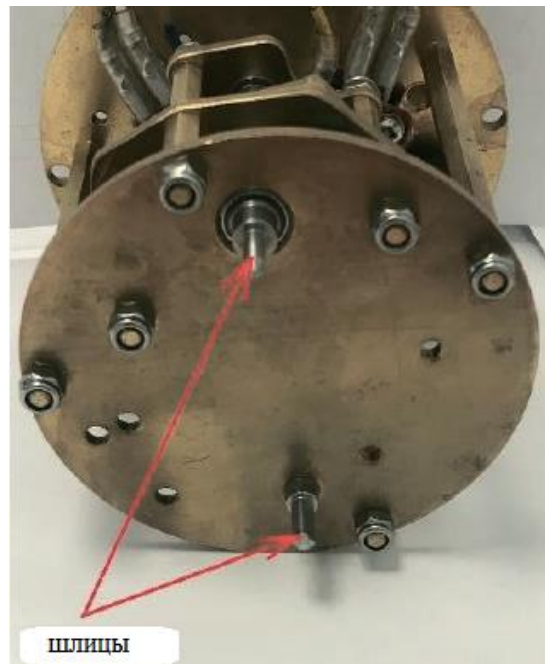

Рисунок 10. Шлицы валов настроечного механизма привода
- 5) Установить настроечный механизм в корпус электропривода. При установке, необходимо добиться того, чтобы шлицы валов настроечного механизма, совпали со шлицами отверстий в корпусе электропривода (рис. 10). При правильном монтаже настроечный механизм должен плотно прилегать к поверхности установки, без люфтов и возможности перемещения.